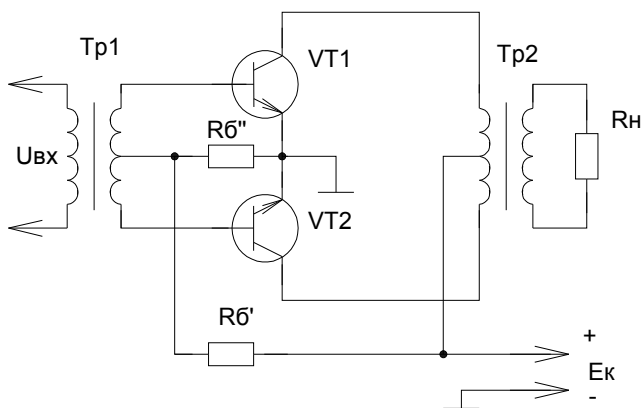

Рис. 251
2) Двухтактный выходной трансформаторный каскад. Во входной цепи включён трансформатор $Tr1$ со средней точкой во вторичной обмотке. Это позволяет получить на базах транзисторов $VT1$ и $VT2$ два одинаковых по амплитуде и противоположных по фазе напряжения (смотрите рисунок 251).